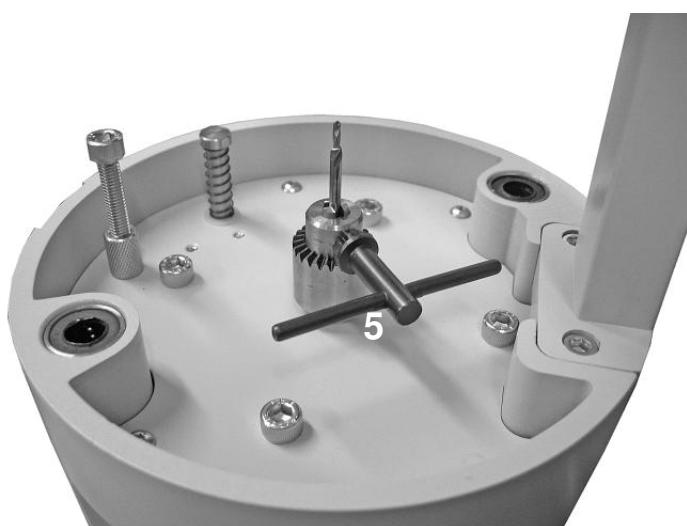

Fig. 3 / Abb. 3
4. Con ayuda de la llave (5) afloje el porta brocas y retire la broca (Fig. 3).